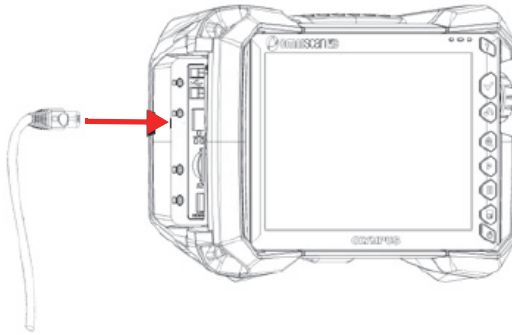

Figura 2-10 Inserimento di un cavo nella rispettiva porta
2. Collegare il cavo Ethernet, USB e/o HDMI nella porta appropriata (Figura 2-10 a pagina 40).